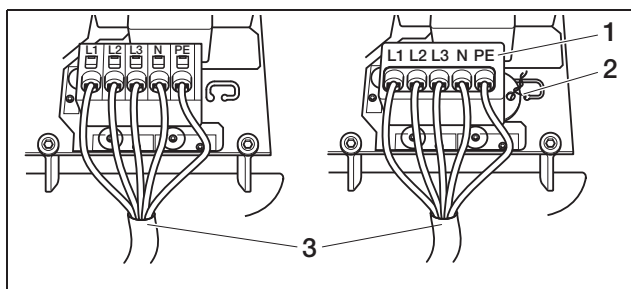

Abbildung 13: Netzzuleitung angeschlossen (links ohne Versiegelungskappe, rechts mit Versiegelungskappe (abgebildet PIKO 8.3/10.1))
- Schließen Sie die Adern der Netzzuleitung entsprechend der Beschriftung an der AC-Anschlussklemme an (Abbildung 13).